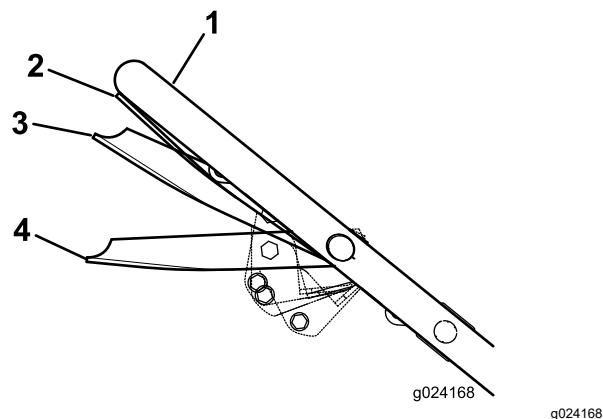

Figure 17
3. Serrez la barre de commande contre le guidon en position Marche/Déplacement (Figure 17).
Important: Ne changez pas de vitesse lorsque vous serrez la barre de commande contre le guidon en position Marche/Déplacement au risque d'endommager la transmission. Placez la barre de commande en position Marche/Changeement (Figure 17) pour changer de vitesse de déplacement.